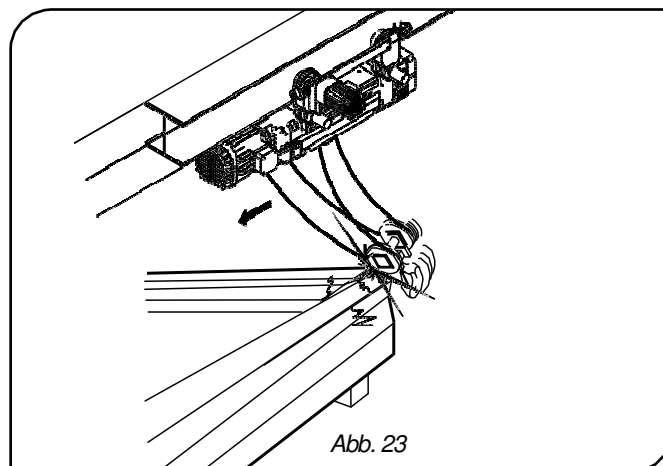

Abb. 23
- Stellen Sie sicher, dass der Hakenweg den Anforderungen entspricht und der Haken auf keine Hindernisse trifft (Abb. 23).